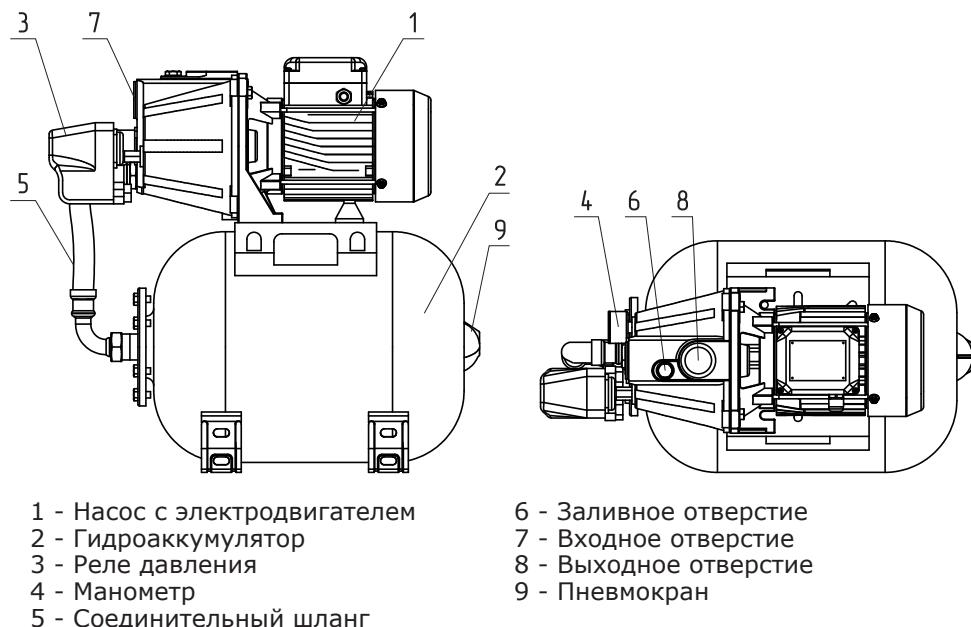

Рис.1. Конструкция насосной станции
- 5.1. Насосная станция состоит из следующих основных узлов (Рис.1): Насос с электродвигателем (поз.1), гидроаккумулятор (поз.2), реле давления (поз.3), манометр (поз.4), соединительный шланг (поз.5). Насос имеет заливное отверстие (поз.6), входное отверстие (поз.7), выходное отверстие (поз.8).